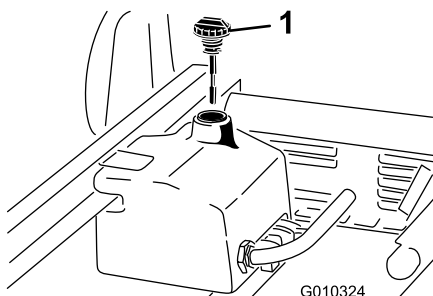

Figura 65
4. Pulite la zona intorno al collo del bocchettone e il tappo del serbatoio idraulico (Figura 65).
6. Togliete l'asta di livello (Figura 65) dal collo del bocchettone e pulitela strofinando con un panno pulito.